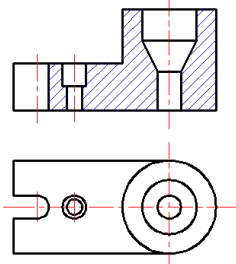

图3—画剖面符号
③画剖面符号,断面图形内应画出表示零件材料类别的剖面符号。金属材料的剖面符号(又称剖面线)一般画成与水平线成45°或135°角的等距细实线。如图3所示: